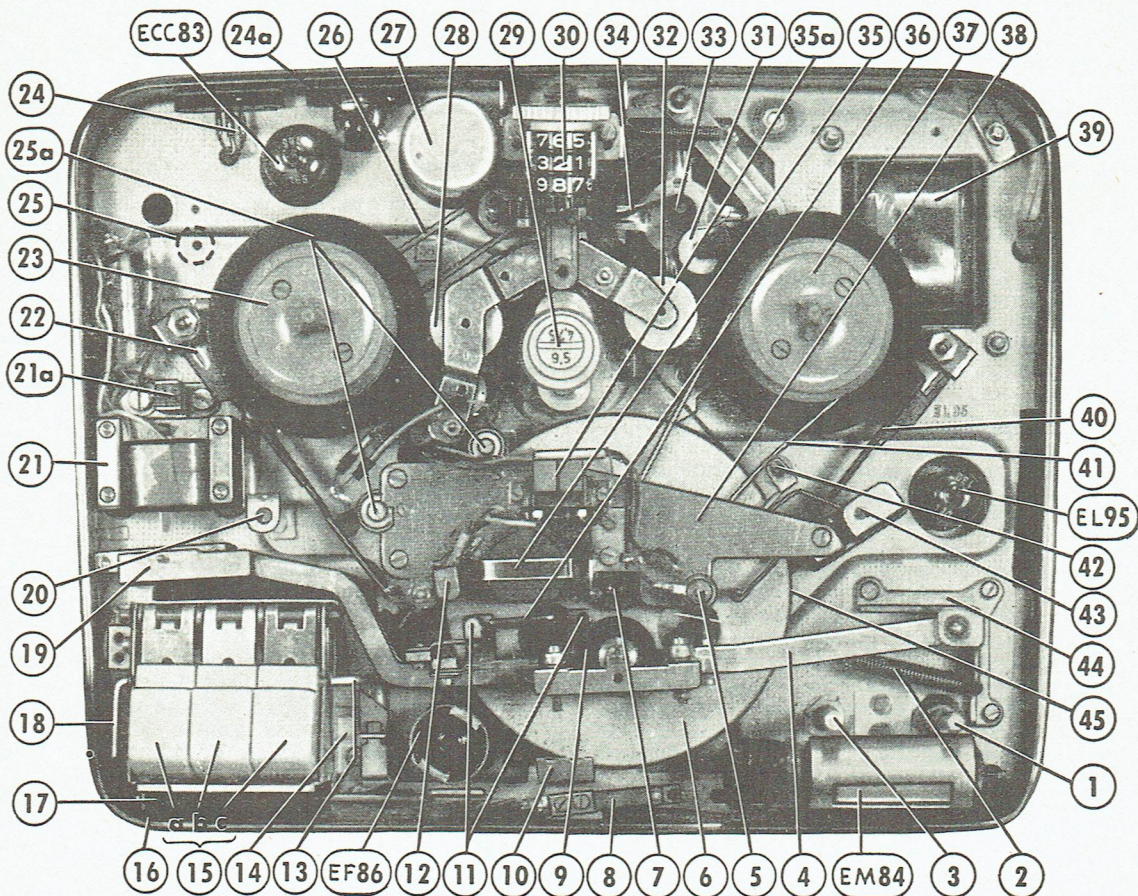

Fig. 5 Vue de l'appareil (après avoir retiré le capôt)
galet et une tige (11) destinés à appuyer la bande contre la surface polie des têtes (voir fig.5).